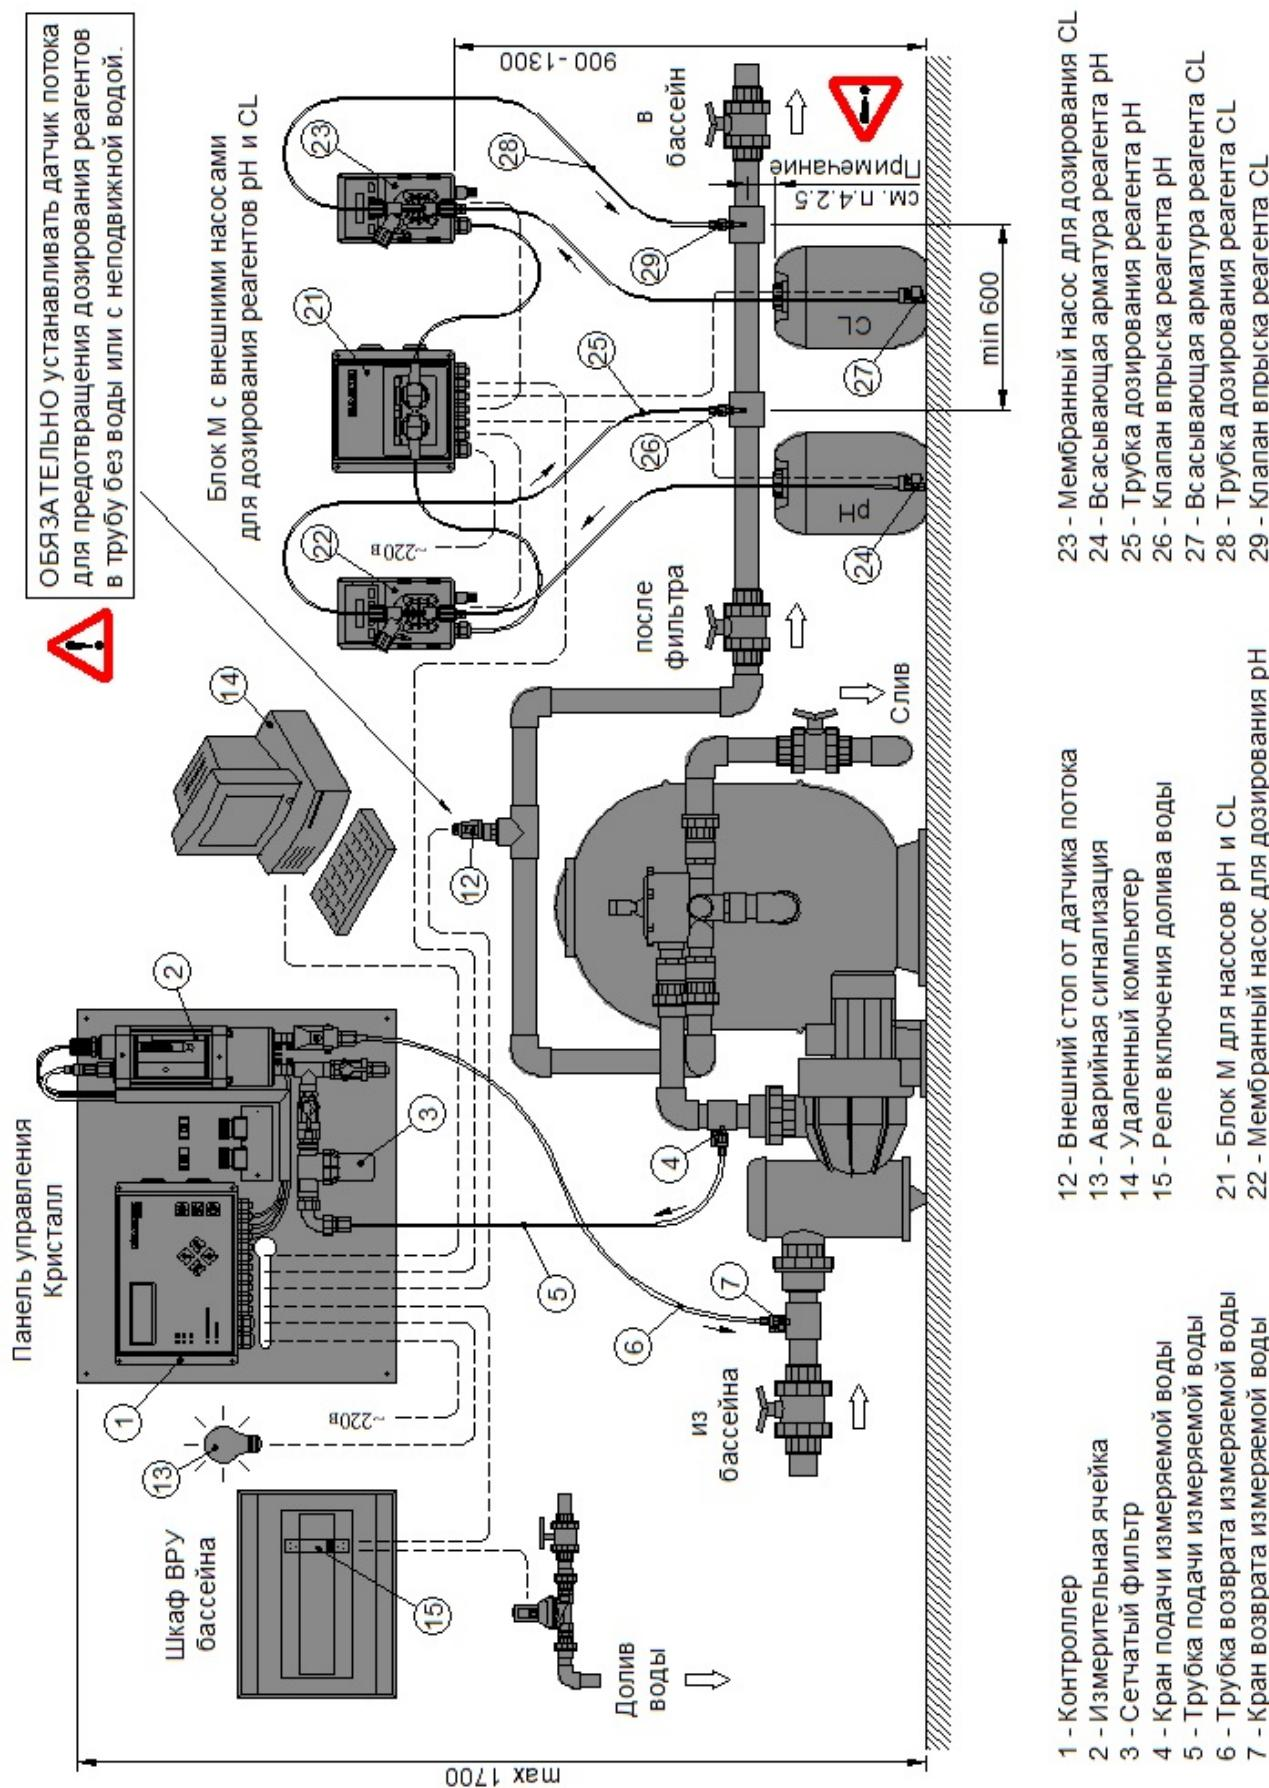

Рис.2-1 Схема размещения оборудования Кристалл М
На рис.2-1 изображен монтаж станции Кристалл М: CL, pH, Rx с отбором воды для измерений из трубопровода фильтрации, а на рис.4.3-1 – электросхема для этого монтажа.
Дозирование реагентов прекращается также при отсутствии потока воды в трубопроводе возврата воды в бассейн после фильтрации. Это необходимо для предотвращения дозирования реагентов в трубу с неподвижной водой или без воды. Для контроля потока воды необходимо установить в трубопровод специальный датчик потока (12), как это показано на рис.2-1. Для повышения точности измерения и дозирования в станции предусмотрена задержка включения дозирующих насосов после появления потока воды в измерительной ячейке или после возобновления фильтрации. Длительность этой задержки устанавливает Покупатель в настройках контроллера.
Дозирование реагентов может также прекращаться при включении долива воды в бассейн, если для этого долива используется электромагнитный клапан. В этом случае управление доливом рекомендуется производить через контактор (15), в котором через одну пару контактов подаётся питание к электромагнитному клапану долива воды, а через другую пару контактов в контроллер подается сигнал о включении долива (как это показано на рис.2-1, 4.3-1). Если нет необходимости или возможности блокировать дозирование реагентов при включении долива воды, то необходимо установить перемычку на клеммы «Долив» внутри контроллера (см. подробнее п.4.3.1).
В домашних бассейнах, на которые требования упомянутого ГОСТ не распространяются, допускается отбирать воду для измерений из трубопровода циркуляционного водообмена (фильтрации), как это показано на рис.2-1 настоящего Руководства. Однако, используя это решение, следует знать, что значения измеряемых показателей воды из ванны бассейна и из трубопровода фильтрации не обязательно будут одинаковыми.
Панель управления станции устанавливается на стену технического помещения бассейна, как это показано на рис.2-1 настоящего Руководства.
Место для установки Панели управления надо выбирать с таким расчётом, чтобы трасса подачи измеряемой воды от точки отбора до измерительной ячейки была по длине не более 4 метров. Если вода для измерений отбирается из трубопровода фильтрации (как это показано на рис.2-1), то отсчёт длины вести от крана подачи измеряемой воды (поз.4 на рис.2-1). Если вода для измерений отбирается непосредственно из ванны бассейна, то отсчёт длины вести от водозабора, установленного в стену ванны бассейна.
Панель управления рекомендуется устанавливать не выше 1700 мм от пола (на уровне глаз), как это показано на рис.2-1, при этом над панелью должно оставаться не менее 200 мм свободного пространства для удобства установки/замены измерительных электродов в измерительной ячейке.
Блок М для подключения внешних насосов дозирования pH и CL устанавливается на стену технического помещения бассейна, как это показано на рис.2-1 и 4.2-2 Руководства.
Блок устанавливать не выше 1300 мм от пола рядом с дозирующими насосами для реагентов pH и CL (поз.22 и 23 на рис.2-1), чтобы минимизировать длину кабелей от Блока к дозирующим насосам и расходным канистркам реагентов. При этом справа и слева от Блока должно оставаться не менее чем по 200 мм свободного пространства для беспрепятственного открывания крышки Блока и подключения кабелей электроснабжения дозирующих насосов.
Насосы VFMS MF для дозирования pH и CL устанавливается на стену технического помещения бассейна строго вертикально, как показано на рис.2-1 (поз.22 и 23) и 4.2-3 настоящего Руководства.
Место для установки насосов рекомендуется выбрать вблизи клапанов впрыска реагентов pH и CL, чтобы минимизировать длину трубок дозирования реагентов (поз.25 и 28 на рис.2-1).
Насосы устанавливать не выше 1300 мм от пола, чтобы уменьшить высоту подъема реагента из расходной канистры к насосу и обеспечить свободное, без натяжения, подключение к насосам трубок всасывающей арматуры (поз.24 и 27 на рис.2-1). При этом над насосом должно оставаться не менее 150 мм свободного пространства для беспрепятственного открывания вверх прозрачной крышки насоса.
Кран подачи измеряемой воды устанавливается на напорный трубопровод насоса фильтрации (как это показано на рис.2-1, поз.4) или на напорный трубопровод специального насоса для измеряемой воды
Место для установки крана надо выбирать с таким расчётом, чтобы трасса подачи измеряемой воды от точки отбора до измерительной ячейки была по длине не более 4 метров. Если вода для измерений отбирается из трубопровода фильтрации (как это показано на рис.2-1), то отсчёт длины вести от устанавливаемого крана (поз.4 на рис.2-1).